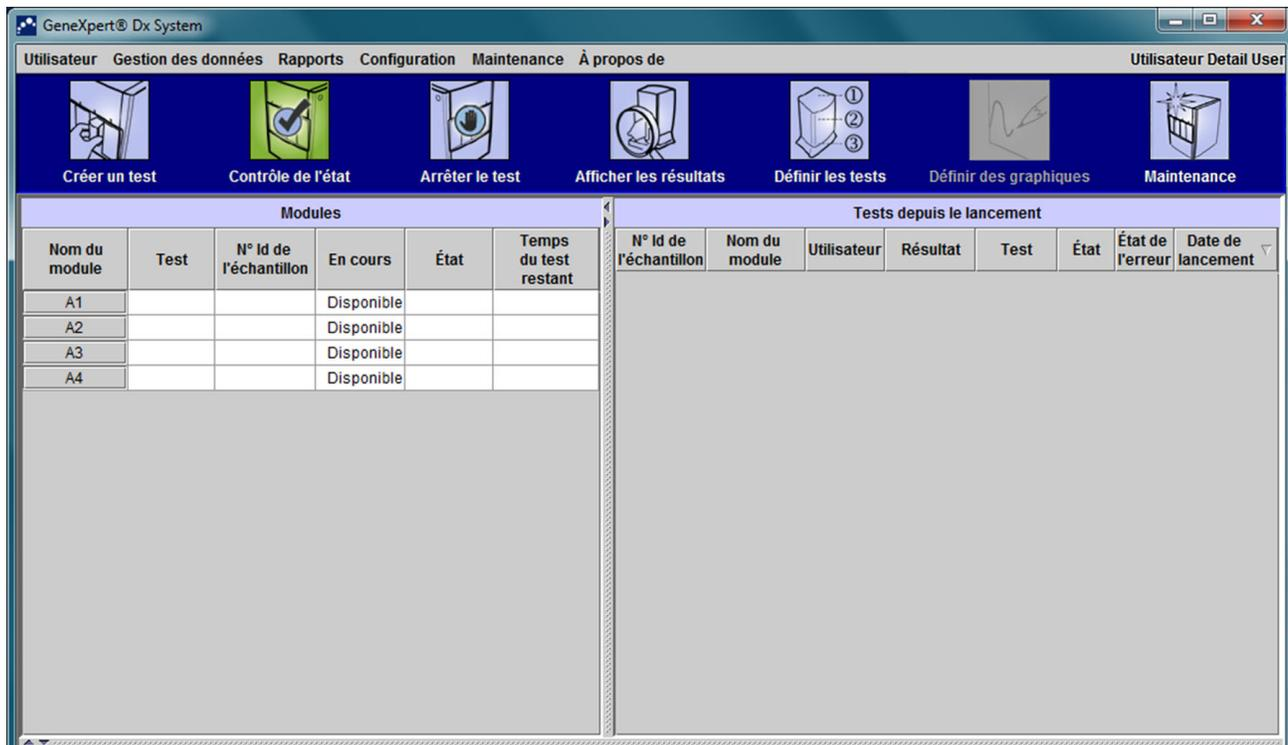

Figure 5-113. Écran d'accueil du GeneXpert Dx
1. Sur l'écran d'accueil du Système GeneXpert Dx, sélectionnez le bouton **Créer un test**. Voir la Figure 5-113.